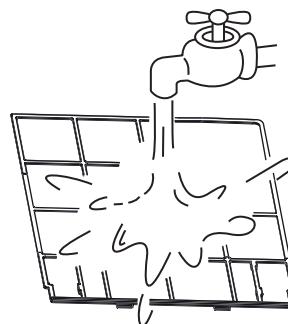

Fig. 6-3
- Le côté d'admission de l'air doit être orienté vers le bas lorsque l'on utilise de l'eau. (Voir Fig 6-3)